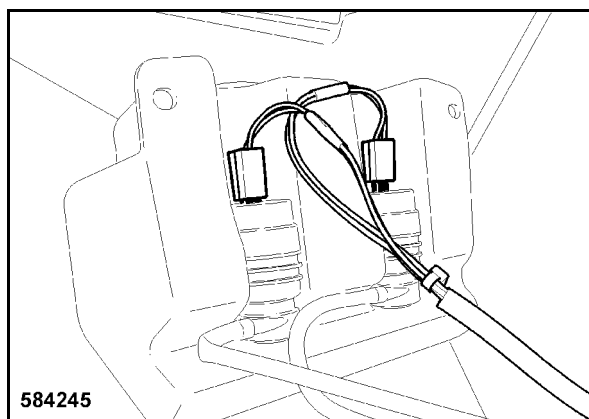

fig. 190
- Brancher les deux connecteurs des pompes des lave-glaces (fig. 190).